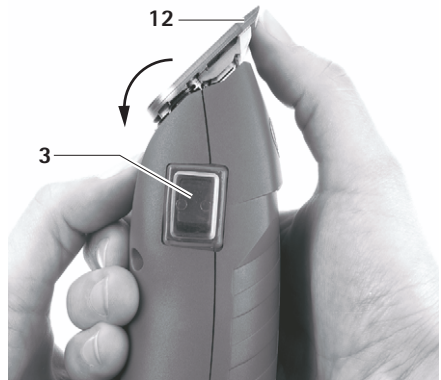

図 5
- カッターヘッド 12 を前へ返します、を参照してください 図 5。